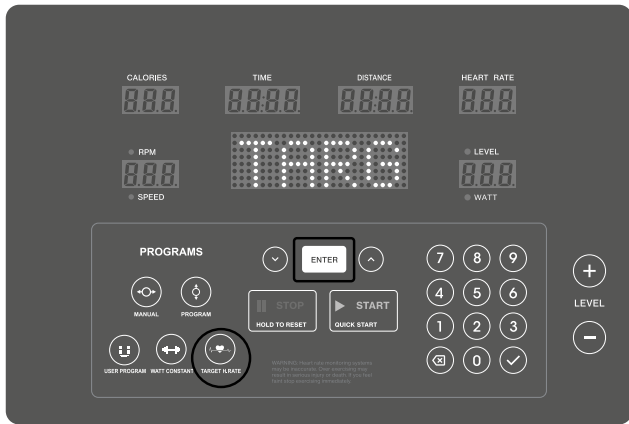

FIGURE 16
1. Wählen Sie TARGET H. RATE (Abbildung 16).